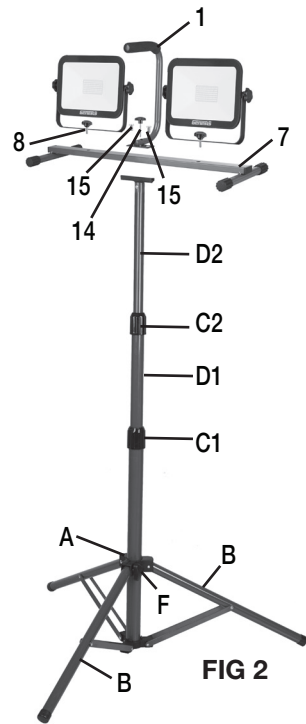

FIG 2
FIXATION DE LA POIGNÉE DE TRANSPORT AU PIED (FIG 2)
1. Placer la poignée de transport (1) à la verticale sur le pied (7).
2. Utilisez deux vis à tête hexagonale (15), des pour fixer la poignée sur le pied comme montré à la figure 2
FIXATION DES TÊTES DE LA LAMPE DE TRAVAIL AU TRAVAIL AU PIED (FIG 2, 3)
1. Placer le pied (7) sur une surface plane.
2. Se servir des boutons de verrouillage (8) pour fixer les deux têtes de la lampe de travail aux côtés du pied comme montré à la figure 2 .
FIXATION DE LA LAMPE DE TRAVAIL AU TRÉPIED (FIG 2)